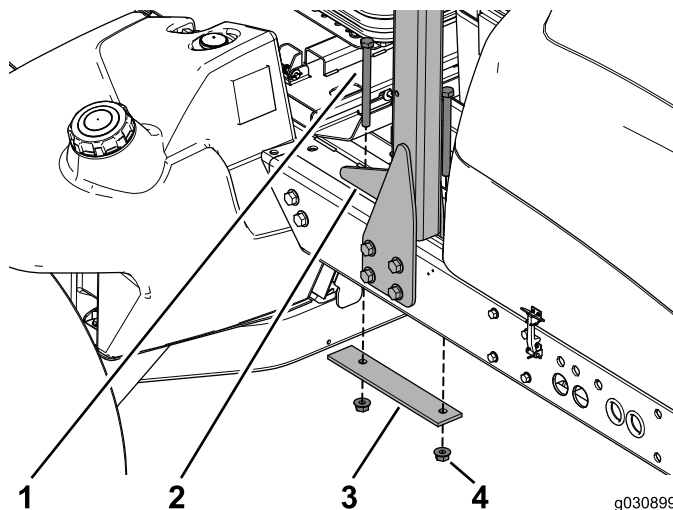

Figura 2
3. Rimuovete i 2 bulloni, la piastra di rinforzo e i dadi flangiati che fissano il ROPS alla parte superiore del telaio (Figura 2).